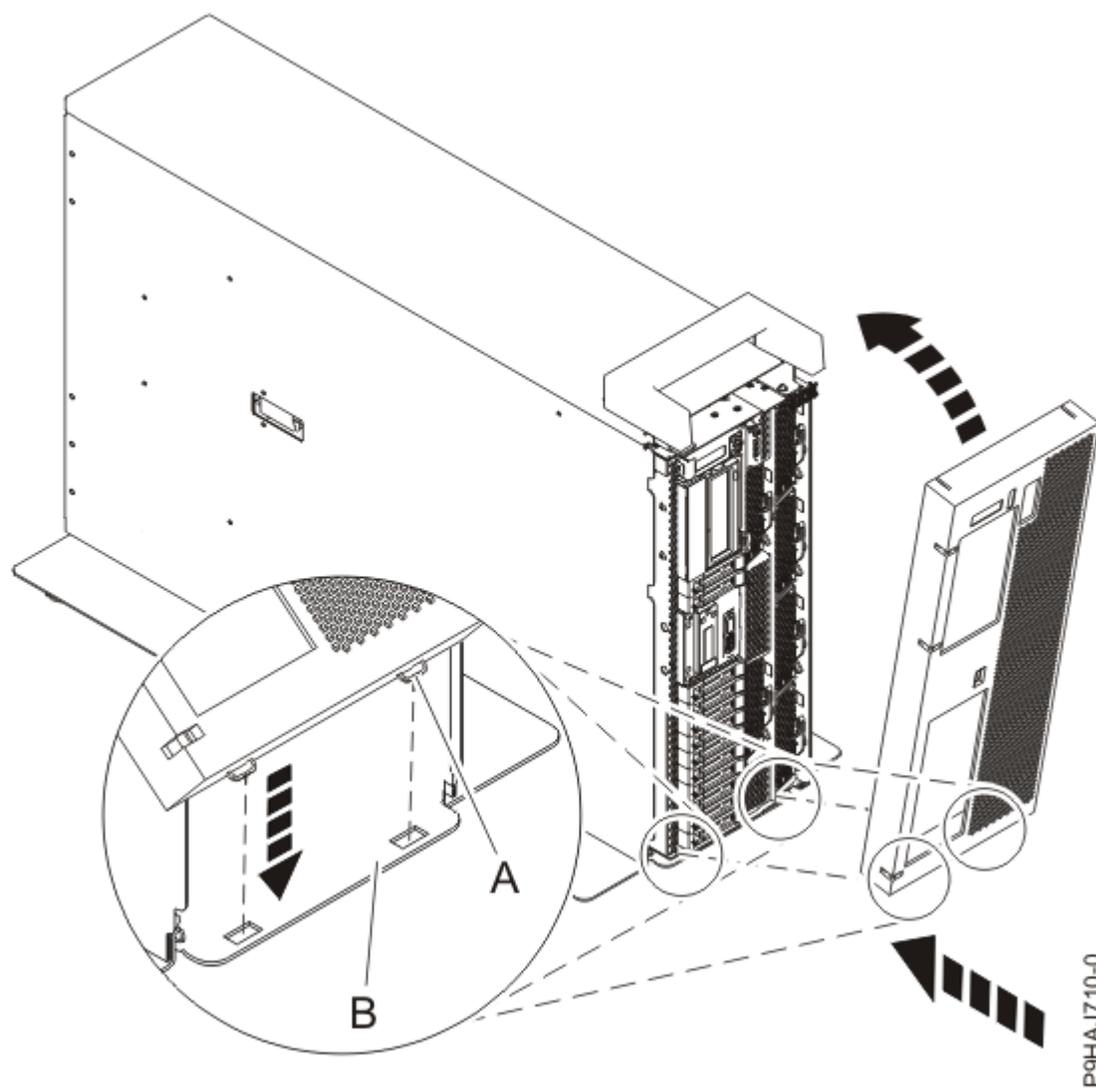

Figura 31. Instalación de la cubierta y de la puerta frontales
- b) Alinee la cubierta hasta que las dos pestañas de la cubierta (**A**) encajen en las ranuras de la placa base (**B**), como se muestra en la Figura 31 en la página 33.